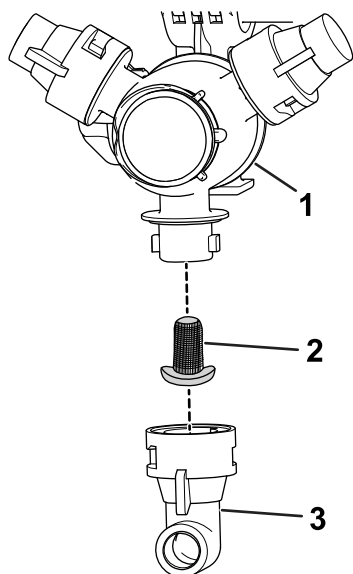

Рисунок 112
2. Снимите сопло с поворотной распылительной головки (Рисунок 112).
3. Снимите старый фильтр сопла (Рисунок 112).
4. Установите новый фильтр сопла (Рисунок 112).
5. Установите сопло на поворотную распылительную головку (Рисунок 112).